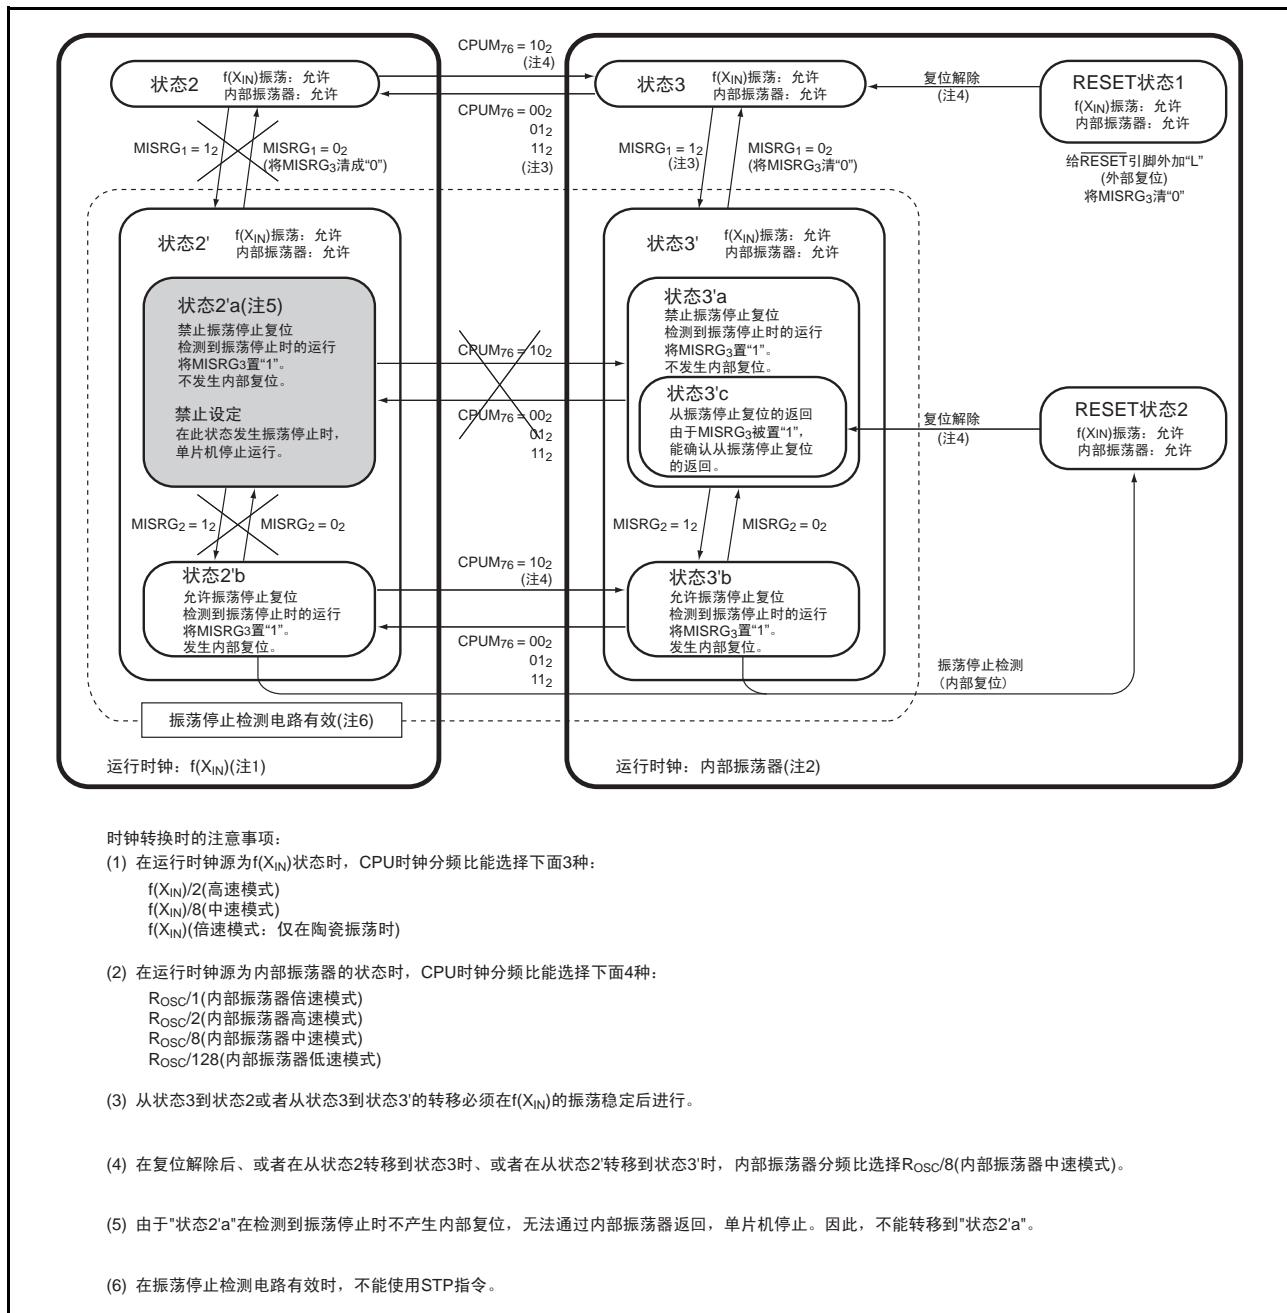

图 81 振荡停止检测电路的状态转移图
根据CPU模式寄存器的时钟分频比选择位（bit7、bit6）、 X_{IN} 振荡控制位（bit4）以及内部振荡器振荡控制位（bit3）的设定值，时钟发生电路能实现如图81所示的状态转移。
1. 由于在“图81 振荡停止检测电路的状态转移图”所记载的“状态2' a”，即使X_{IN}的振荡停止，也不产生复位，并且单片机停止，因此不能转移到“状态2' a”。